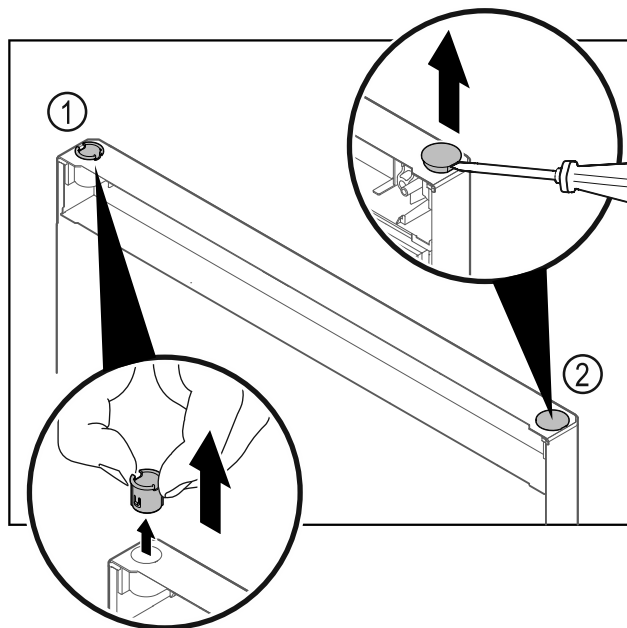

Fig. 24
- Húzza ki az ujjával a csuklópánt-perselyt Fig. 24 (1).
- A fedődugót Fig. 24 (2) egy lapos csavarhúzóval óvatosan emelje meg és húzza ki.